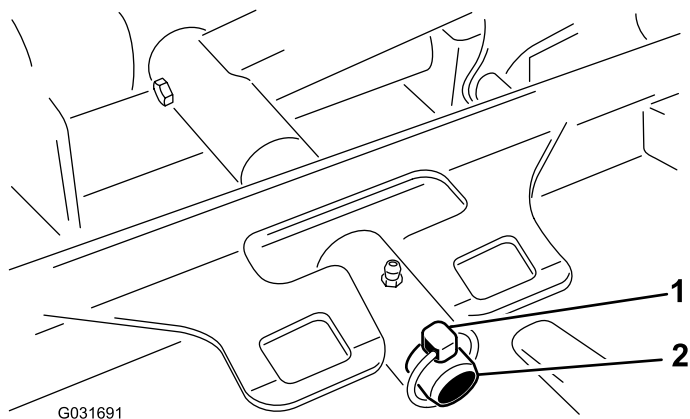

Figure 93
3. Retirez la goupille à anneau qui fixe le bâti porteur du plateau à l'axe de pivot du bras de levage (Figure 93).
3. Poussez le bâti porteur du plateau de coupe sur la tige de pivot et fixez-le avec la goupille à anneau (Figure 93).